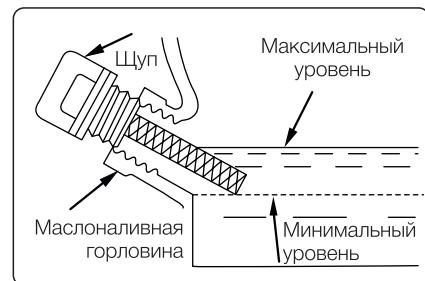

РИС.5
6. Правой рукой возмитесь за рукоятку стартера о сопротивления и выберите свободный ход шнура, затем сделайте несколько энергичных рывков шнура до первых признаков запуска двигателя (Рисунок 5).
7. Запустите двигатель рывком за рукоятку стартера (1-3 рывка) (Рисунок 5).